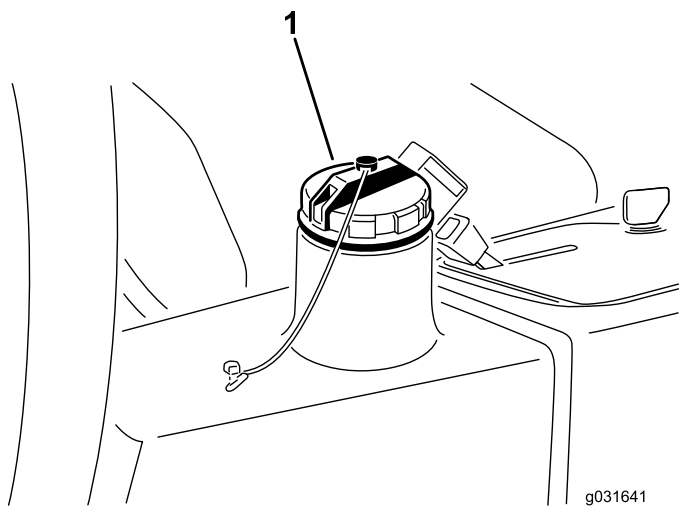

图 63
- 清理加油颈和液压油箱盖周围的区域 图 63。
- 卸下液压油箱盖 图 63。